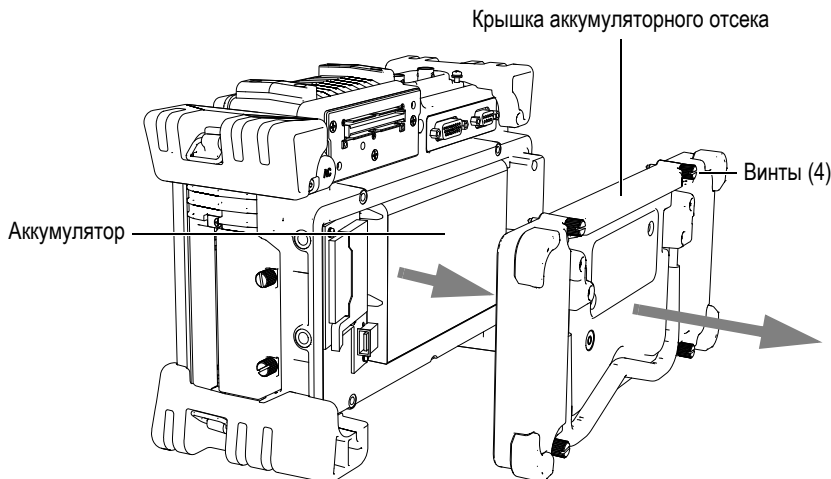

Рис. 2-5 Отсек аккумулятора
Аккумулятор находится в отсеке, доступ к которому осуществляется через заднюю панель ЕРОСН™ 1000 (см. Рис. 2-5 на стр. 46).
2. Открутите винты на крышке аккумуляторного отсека (см. Рис. 2-5 на стр. 46).
Нажмите [**ANGLE**] или [**GAIN**], чтобы выбрать, соответственно, параметр **Angle** (Угол) или **Gain** (Усиление). Выделенная кнопка становится жёлтой (см. Рис. 2-5 на стр. 46). Для редактирования значения используйте ручку прокрутки или клавиши [**ВВЕРХ**] и [**ВНИЗ**].